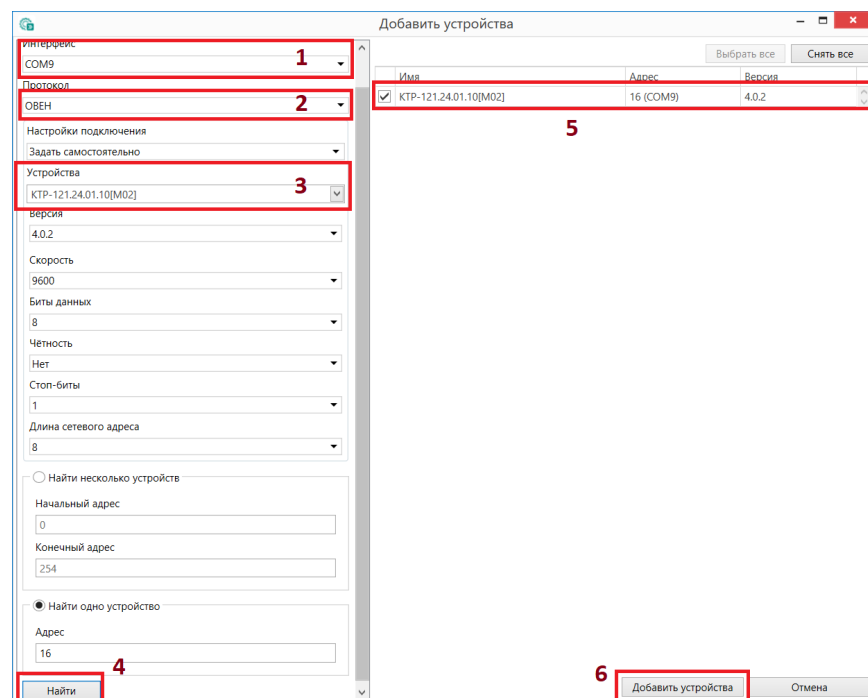

Рисунок 6.1 – Настройки связи с устройством
6. Выбрать интерфейс «Устройство с последовательным интерфейсом USB» (см. рисунок 6.1, 1). Номер COM порта, присвоенный прибору можно узнать в Диспетчере устройств Windows.
7. Выбрать протокол **ОВЕН** (см. рисунок 6.1, 2).
8. Выбрать устройство (Пункт 3 на рисунок 6.1). Модификация КТП-121 указана на боковой стороне прибора.
9. Выбрать «Найти одно устройство», если добавляется один прибор. Запустить поиск нажатием на кнопку «Найти» (см. рисунок 6.1, 4).
10. Выделить найденное устройство (см. рисунок 6.1, 5).
11. Добавить устройство в проект Конфигуратора по нажатию кнопки «Добавить устройства» (см. рисунок 6.1, 6).
1. Нажать на кнопку  **Обновить устройство** в контекстном меню выбранного устройства или в главном меню. Откроется диалоговое окно для смены встроенного ПО устройства. Допускается обновление одного или нескольких устройств. Устройства следует выделить в области устройств (см. рисунок 6.1, 5) и выбрать **Обновить устройство** в контекстном меню или главном меню.